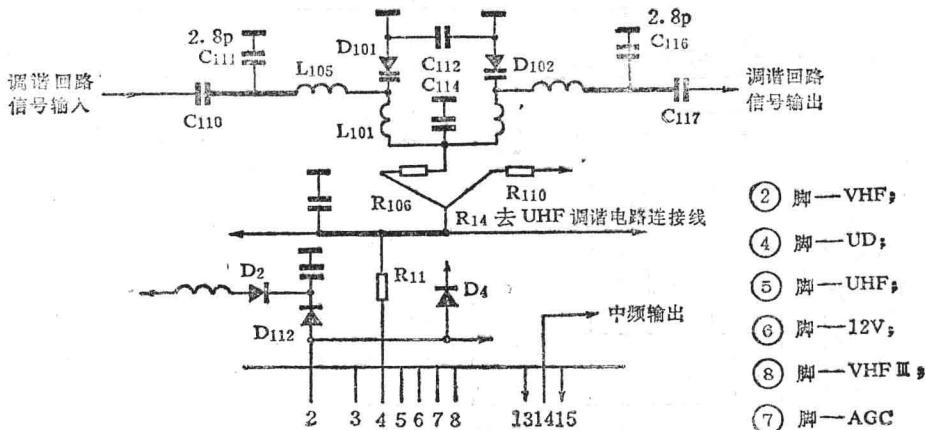

图 1-13
[分析检修] 该机高频头的有关电路如图 1-13。检查步骤如下：
1. 首先检查一中放集成块 TDA 4440 的⑤脚(AGC 电压)和其他各脚电压是否正常。如果正常，故障就与高频头电路有关。
3. 揭开高频头二边的盖子，将高频头插回原座，电视机通电检查调谐电压。任意按下一个频道预选器，万用电表负笔接地，正笔测量高频头④脚上的调谐电压，并慢慢调动微调，使电压由低到高变化。这时发现调谐电压最高只能达到 24V（正常应为 0 到 30V）。
4. 细心顺着④脚调谐电路逐条检查各条支路的情况。此种高频头为了修理方便，各支路都有过桥连接线。当断开去 UHF 调谐电路的过桥连接线 R14 时（见图 1-13），电压立刻上升到 30V。很明显 UHF 调
[分析检修] 参看前例图 1-13 的电路图，修理步骤如下。